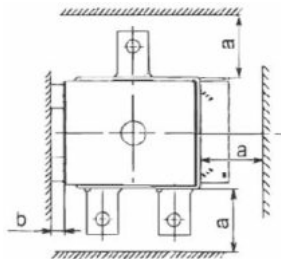

Рисунок 3 – Минимально допустимые расстояния до проводящих частей НКУ
4.2 Монтаж устройств осуществляется на монтажной панели или профилях в НКУ со степенью защиты по ГОСТ 14254 не ниже IP30. При монтаже должны обеспечиваться минимально допустимые расстояния до проводящих частей НКУ (рисунок 3).